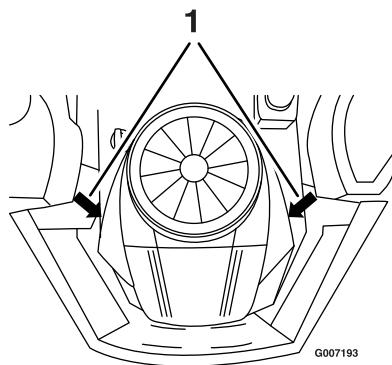

Figura 29
2. Retire el cable de bujía (Figura 29). Limpie alrededor de la bujía para evitar que entre suciedad en el motor y pueda causar daños.
- Conecte el cable a la bujía (Figura 29).